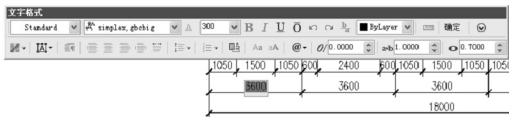

图 3.52 在文字编辑器内激活尺寸“3600”
(1) 选择菜单栏中的【修改】|【对象】|【文字】|【编辑】命令，或在命令行输入“Ed”并按 Enter 键，启动文字编辑命令。
(2) 在选择注释对象或【放弃(U)】：提示下，在左下角 1 轴线和 2 轴线之间的尺寸线上的“3600”上单击，则弹出文字编辑器，并且尺寸“3600”被激活(如图 3.52 所示)，将其修改为“4200”。然后单击【确定】按钮，关闭对话框。